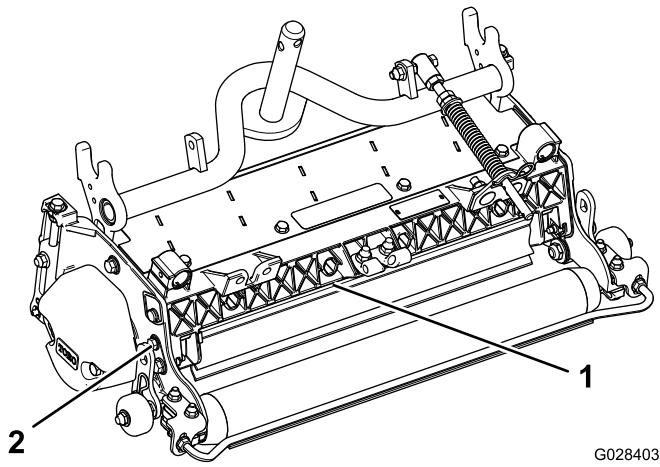

Bild 10
- Lösen Sie die Schrauben am Scharnier des Grasschutzbleches (Bild 10).
- Drehen Sie das Grasschutzblech auf die gewünschte Einstellung und ziehen Sie die Schrauben fest (Bild 10).